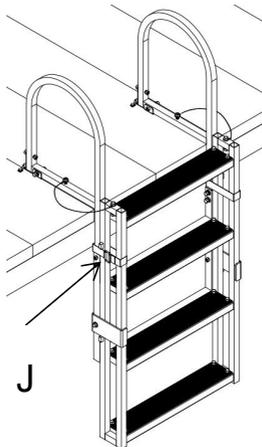

Fig 2
- 23) Använd slutligen magiskt tejpband(J) för att knyta ihop stegramarna(Fig2.), Om svärdet och steget är i linje, kan de också knytas som visas i Figur 3.(håll utrymmet mellan dem(J) så stort som möjligt.)